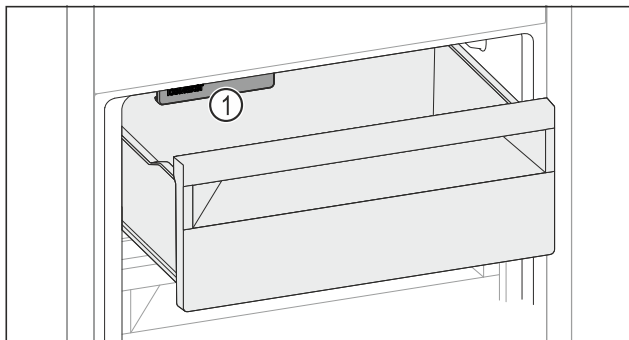

Fig. 160
- Слідкувати за функцією IceMaker Fig. 160 (1).